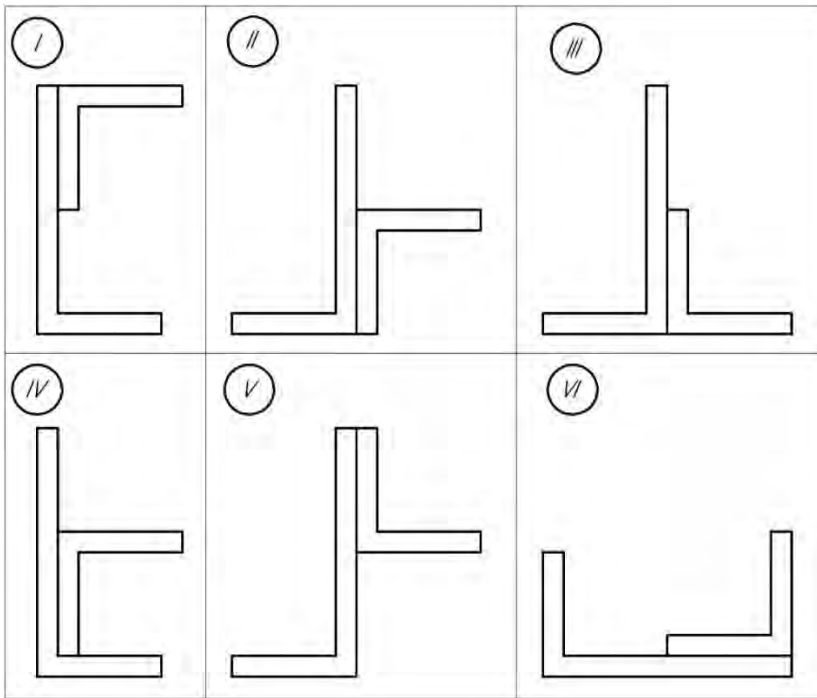

Рис. 6.1
6.6. Сложное сечение составлена из равнобокого и неравнобокого уголков. Исходные данные выбираются по таблице 6.1 в соответствии с номером варианта. Схемы расположения уголков представлены на рис. 6.1.